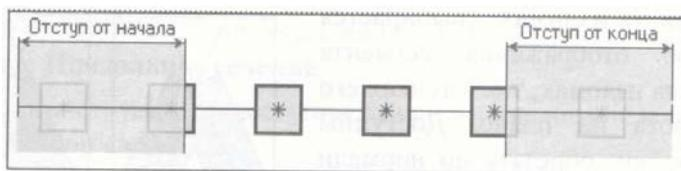

Рис. 16.16. Отступы «зоны стирания»
- **Отступ от начала** и **Отступ от конца** – задаются значения отступов «зоны стирания», внутри которых не рисуются символы или линия (рис. 16.16).